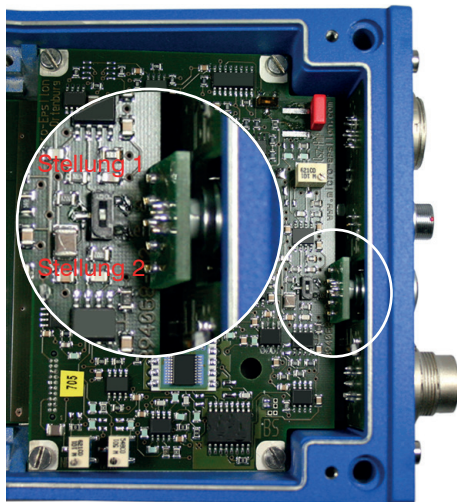

Abb. 17 Ausschnitt aus Controller-Elektronik
Mit einem Schiebeschalter, siehe Abb. 17, wird zwischen leitenden und nichtleitenden Messobjekten umgeschaltet. In Stellung 2 ist nur die Nullpunkteinstellung mit dem Zero-Trimmer aktiv. Die Verstärkung ist fest auf 0 bis 10 V über den gesamten Messbereich eingestellt.
- Schiebeschalter im Controller in Stellung 2 (Metalle, siehe Abb. 17)